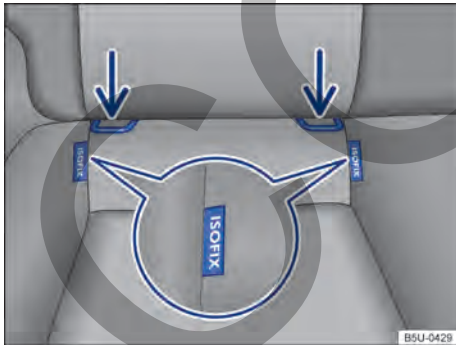

Fig. 37 En el asiento del vehículo: identificación de los puntos de anclaje inferiores de asientos para niños.
Los 2 ojales de retención para cada asiento para niños con el sistema ISOFIX pueden alcanzarse a través de las hendiduras del revestimiento de la banqueta trasera → fig. 37.
- Encajar el asiento para niños en los ojales de retención → fig. 37 en el sentido de la flecha. El asiento para niños debe engancharse de forma segura y audible (clic).
- Colocar el asiento para niños sobre la superficie del asiento y enganchar los cinturones de seguridad en los ojales de retención → fig. 37, si los cinturones de fijación se proveen junto con el asiento para niños.